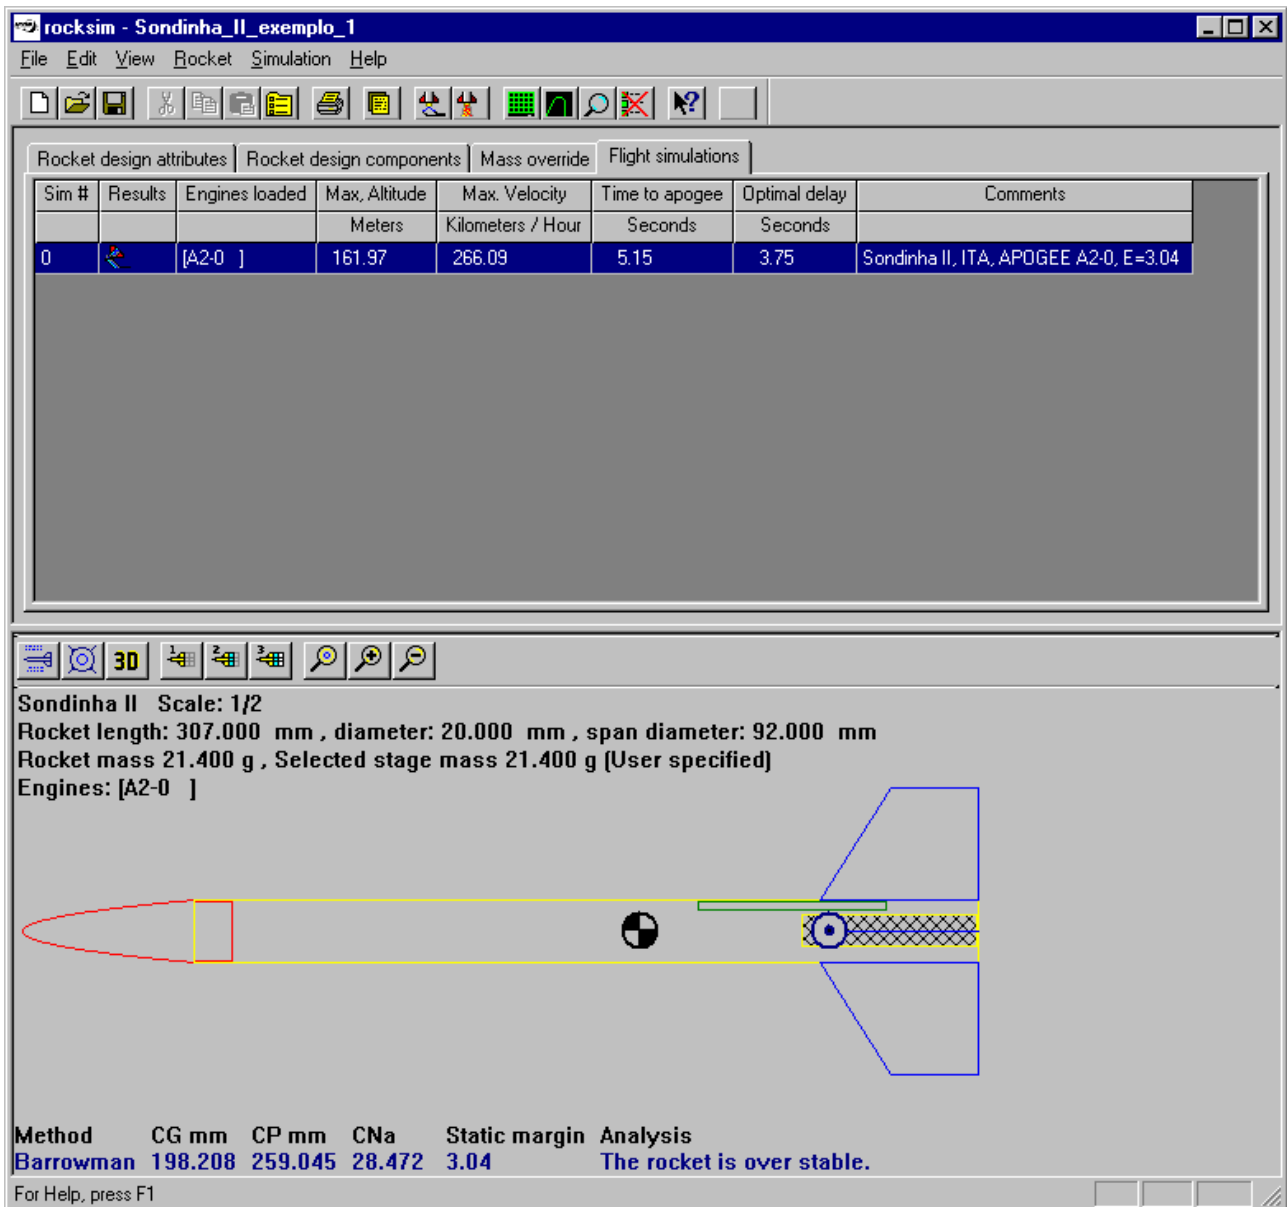

Figura 5. Principais resultados de uma simulação.
- (c) Para cada simulação realizada, é apresentada uma linha com os principais resultados, como mostrado na Figura 5
- 7) Os principais resultados da primeira simulação, mostrados na Figura 5, indicam:
Partindo de uma simulação já realizada, de acordo com o que foi explicado nos dois capítulos anteriores, por exemplo, aquela mostrada na Figura 5, para determinar a curva apogeu x massa estrutural do MF, isto é, a massa total do MF sem motor-foguete, executar: